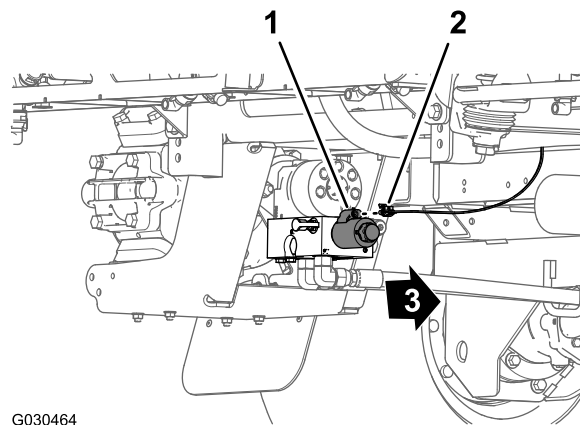

Рисунок 116
1. В задней части машины, во внутренней зоне насоса опрыскивателя подсоедините 2-гнездовой соединитель ответвления жгута проводов длиной 86 см к 2-штыревому соединителю реле насоса (Рисунок 116).